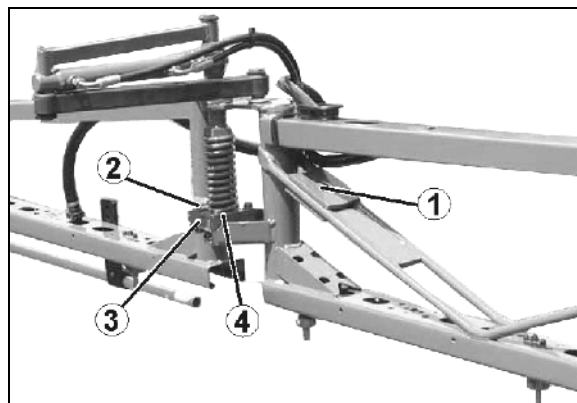

Fig. 187
Se così non fosse, allineare la barra polverizzatrice con l'aiuto dei contrappesi (Fig. 187/1) e con la compensazione d'oscillazione **sbloccata**. Fissare correttamente i contrappesi sulla barra polverizzatrice.
1. Allentare i bulloni (Fig. 187/2) sulla staffa (Fig. 187/3) L'allineamento si ottiene regolando la griffa in plastica (Fig. 187/4) tramite le asole della staffa.
3. Serrare nuovamente il bulloni (Fig. 187/2).